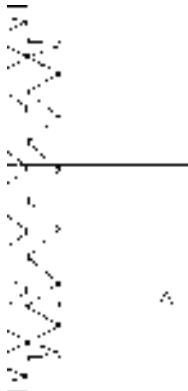

图 11-62 偏移辅助线
③ 偏移辅助线。单击“修改”工具栏中的“偏移”按钮 ，将水平辅助线向上偏移“18”，如图 11-62 所示。